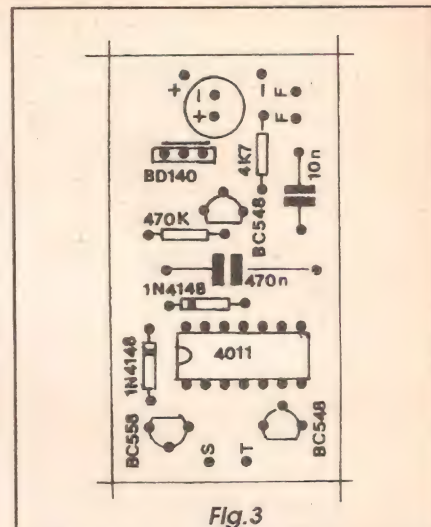
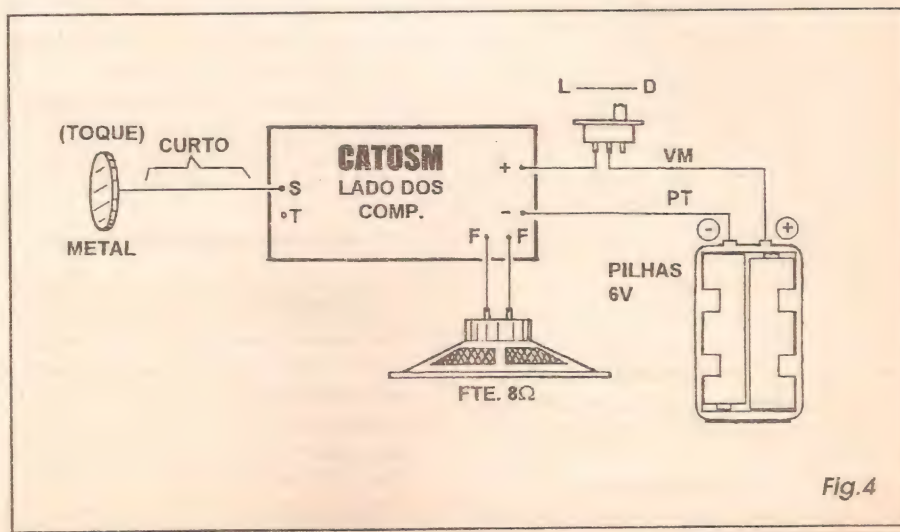

Fig. 3
Fig.4
- FIG. 3 - CHAPEADO DA MONTAGEM - O leitor *macaco velho* já sabe disso, mas aos iniciantes explicamos que o termo *chapeado* indica a visão de uma montagem (em **APE** sempre em tamanho natural, assim como ocorre com o *lay out* do impresso...) com interpretações e es-tilizações bastante claras de cada um dos componentes, seus códigos, polaridades de terminais, identificação de *pernas*, valores e outros detalhes importantes, distribuídos sobre a face *não cobreada* do impresso... A propósito, nas montagens publicadas em **APE**, e que resultam em **KITs** (oferecidos com exclusividade pela permissionária **EMARK ELETRÔNICA** - ver anúncio em outra parte da presente Revista...), o adquirente já recebe a sua plaquinha pronta, furada, e com toda a demarcação do *chapeado* (igualzinho ao da figura mostrada na Revista) feita em *silk screen* sobre a face não cobreada do impresso, o que facilita enormemente a montagem, principalmente pelos leitores ainda *começantes* no fantástico hobby eletrônico...! De qualquer modo, basta seguir a ilustração, identificando (o **TABELÃO APE** também pode ajudar, nesse estágio da montagem...) cada peça com precisão, e referenciada a sua inserção à placa pelo diagrama... Algumas das peças são *polarizadas*, não podendo ser ligadas invertidas... É o caso do integrado (posição referenciada pela extremidade marcada),
- FIG. 4 - CONEXÕES EXTERNAS À PLACA - Terminada a fase correspondente ao diagrama da **FIG. 3**, o leitor/hobbysta deve providenciar as ligações periféricas ao impresso, guiando-se pela **FIG. 4**, que mostra a paquinhola ainda pelo seu lado não cobreado... Observar que o alto-falante tem seus terminais ligados aos pontos **F-F** da placa, via pedaços de cabinho isolado no necessário comprimento... A alimentação